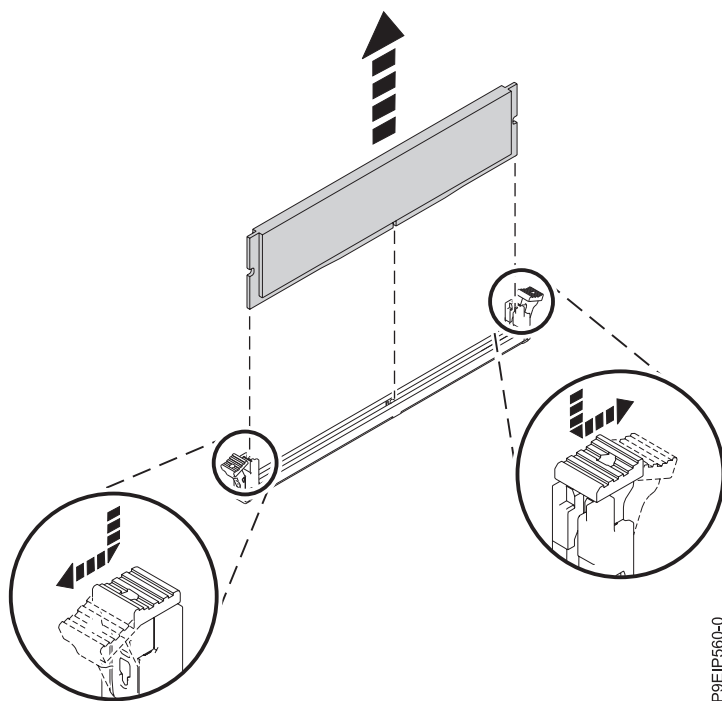

Figure 41. Retrait de la barrette mémoire DIMM
- b. Déverrouillez la barrette mémoire DIMM en appuyant simultanément sur les languettes de verrouillage dans le sens indiqué dans la figure 41. Assurez-vous de déverrouiller les deux languettes en même temps. L'action de levier qui se produit lorsque vous appuyez sur les languettes éjecte la barrette mémoire DIMM hors de l'emplacement.